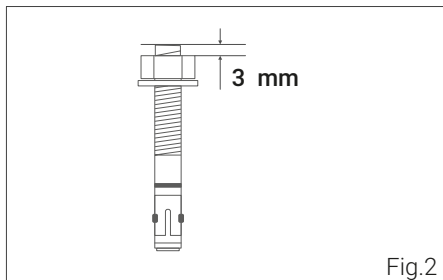

Fig.2
- 3 Placez les écrous hexagonaux dans la position optimale avant le montage, en plaçant le goujon d'ancrage, la rondelle et l'écrou hexagonal pour le pré-montage. Le tenon à enfoncer dépasse alors de 3 mm de l'écrou hexagonal (fig. 2).